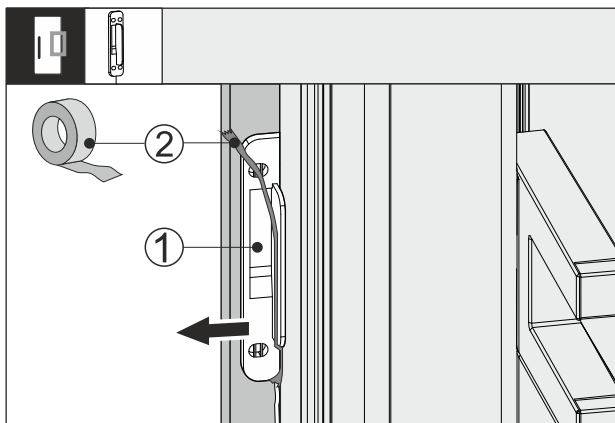

Fig. 64
- ▶ Allentare il nastro adesivo Fig. 64 (2) sul sensore di battito in testa Fig. 64 (1).